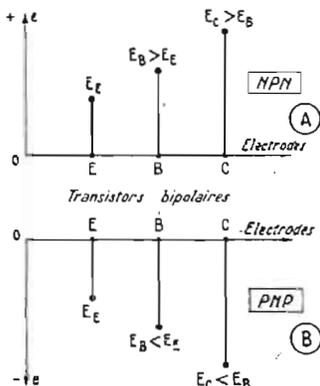

Fig. 3
Ceci est montré graphiquement sur la figure 3 en haut, soit par exemple  $E_E = +2$  V. On pourra avoir  $E_B = +2,5$  V et  $E_C = +10$  V.
Pour les PNP, la figure 3 en bas montre que dans un transistor de ce genre on a toujours :
Comme les électrodes doivent être polarisées, ainsi qu'il a été indiqué aux figures 3 et 4, il est nécessaire de disposer à l'entrée et à la sortie de chaque montage, un élément conducteur : bobine ou résistance. Supposons pour le moment qu'il s'agisse de résistances.
Reportons-nous à la figure 3 (A) qui indique les niveaux des tensions de polarisation des trois électrodes d'un transistor bipolaire NPN.